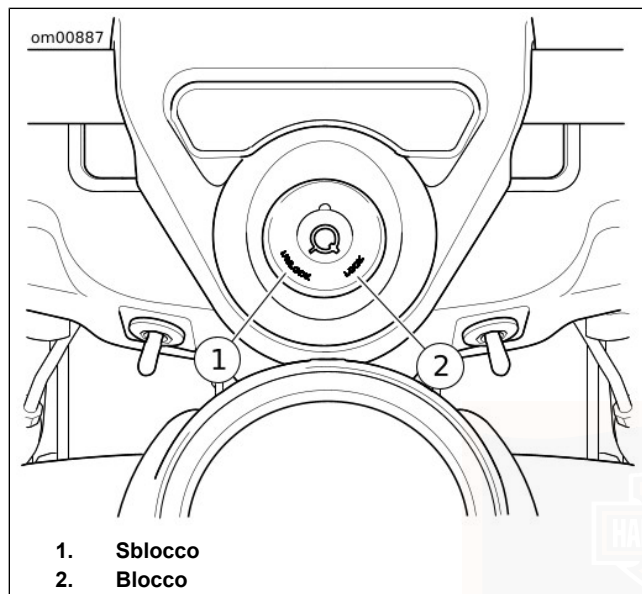

Figura 19. Dispositivo di blocco della forcella: Modelli senza carenatura
Senza carenatura: vedere Figura 19 . Il dispositivo di blocco della forcella si trova sulla sommità del canotto dello sterzo, dietro la gondola del faro anteriore, inserito nell'involucro del morsetto del manubrio.
2. Vedere Figura 19 . Inserire la chiave e girarla in senso antiorario su LOCK (blocco). Estrarre la chiave.